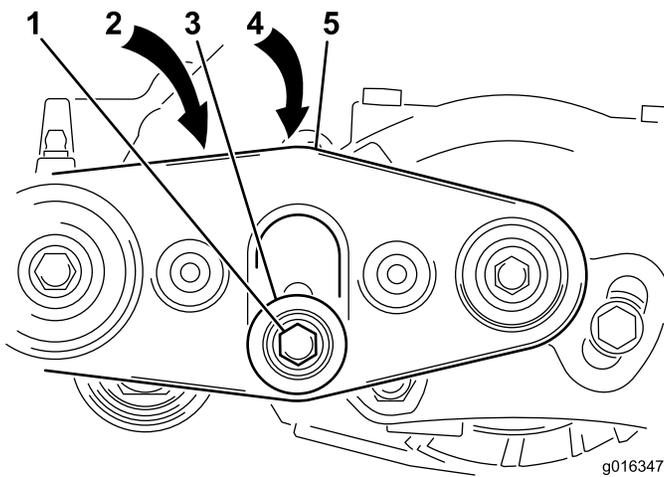

Figura 21
A. Desaperte os parafusos sextavados e a porca fixando a polia intermédia ao suporte da escova direita; consulte a Figura 21.